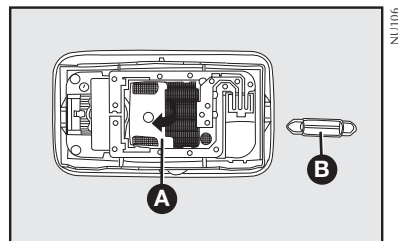

fig. 24
- Abrir a tampa **A-fig. 24** no sentido indicado pela seta;
- Retirar a lâmpada exercendo uma leve pressão para o lado direito (lado da mola de retenção) **B-fig. 24** e substituí-la;